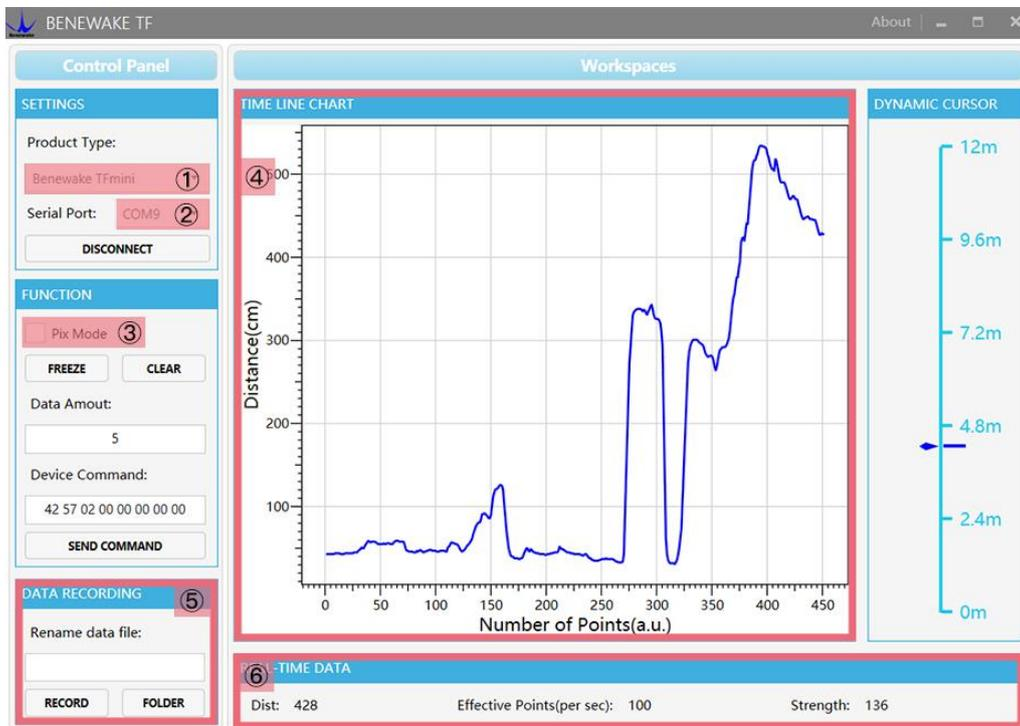

图 5 上位机界面及显示
(3) 上位机连接与读数
如图 5, 打开 TF 上位机, 选择『① TFmini』, 并选择自动识别的占用串口 (这里是『② COM9』)。